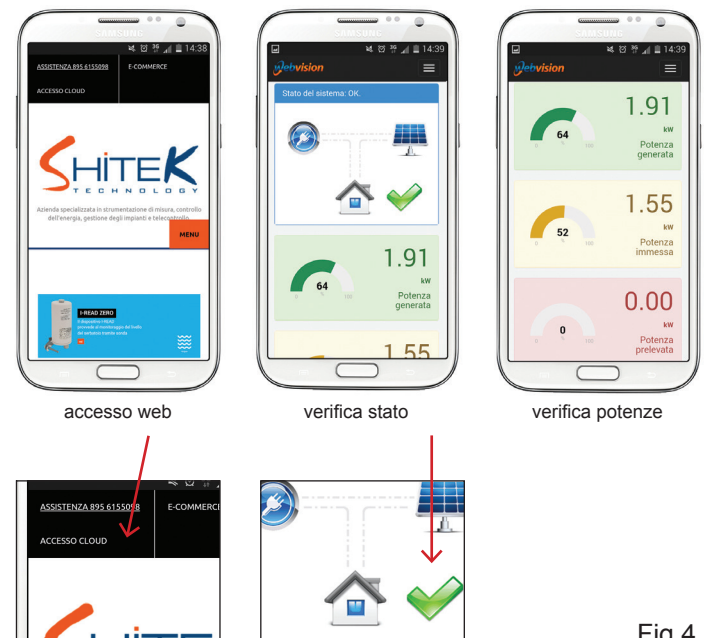

Fig.4
4. Verificare che l'NRG stia trasmettendo i dati al portale web (Fig.4).